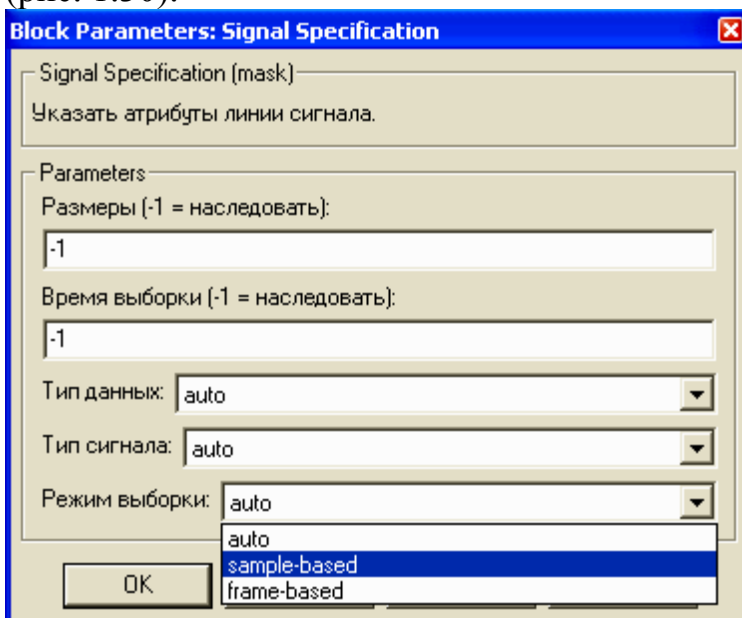

Рис. 1.30. Окно параметров блока Signal Specification
5. Блок Signal Specification (Спецификация сигналов) служит для распознавания сигнала на его входе и выдачи спецификации сигнала (рис. 1.30).
В окне параметров блока устанавливается (см. рис. 1.30):